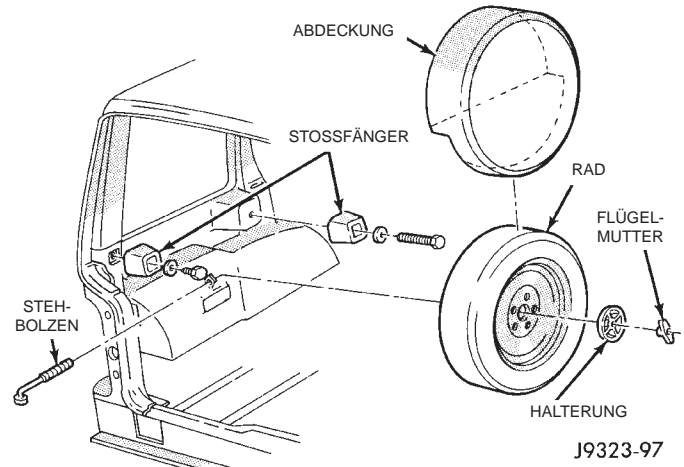

Abb. 45 Reserveradhalterung—Linke Seitenteilverkleidung/hinten
(3) Je nach Ausstattung, Sonnenblendenabdeckung abbauen.
(4) Verkleidung der C-Säule abbauen.
(5) Befestigungsschrauben lösen, mit denen die obere Verkleidung der Heckklappenöffnung befestigt ist.
(6) Verdrahtung der Laderaumleuchte abziehen.
(7) Untere Heckklappenverkleidung abbauen.
(8) D-Säule der oberen Verkleidung lösen.
(9) Befestigungsschrauben der Seitenteilverkleidung/hinten lösen.
(10) Nach Bedarf das Reserverad mit den Halterungen von der linken Seitenteilverkleidung abbauen (Abb. 45).
(11) Hintere Seitenteilverkleidung abbauen.